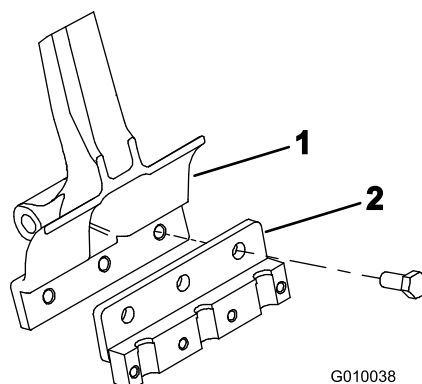

Figure 24
- Fixez un porte-louchets sur chaque bras d'aération (Figure 24) à l'aide de 3 boulons (1/2" x 1/4"). Serrez les boulons à 101,6 N·m.